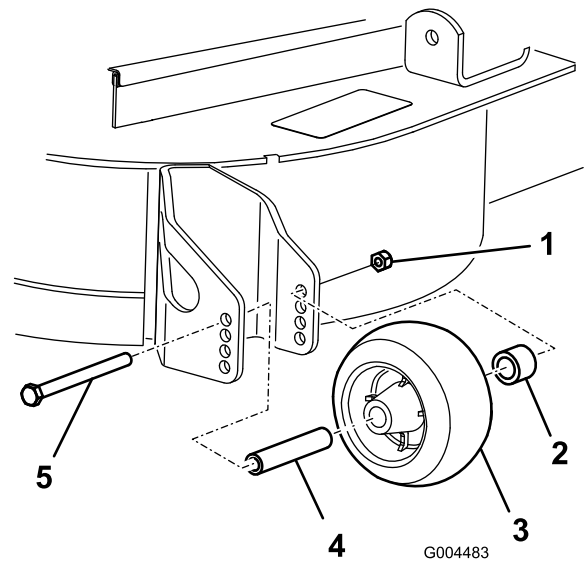

図 25
- 刈高を変更後、ローラのフランジ・ナット、ブッシュ、スペーサ、ボルトを外して（図 25）、ローラの高さ調整を行う。
- フランジ・ナット、ブッシュ、スペーサ、ボルトを取り付ける。ボルトを 54-61 N・m (5.6～6.2 kg・m) にトルク締めする（図 25）。